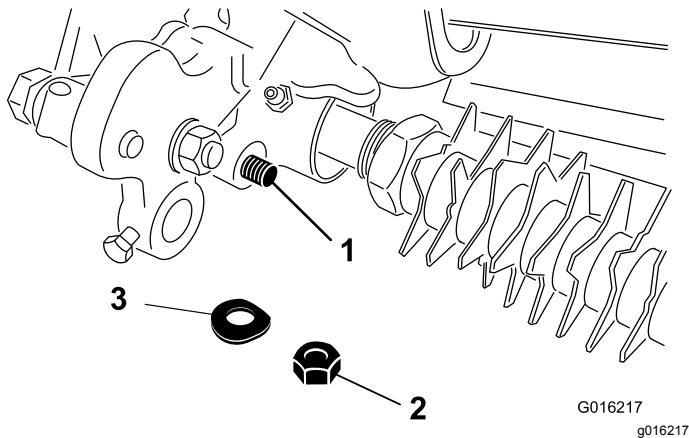

Figura 14
- Prenda a extremidade da barra do conjunto do braço de ajuste no conjunto da transmissão do rastelo com a anilha e porca de bloqueio que retirou anteriormente (**Figura 14**).
- Prenda a extremidade da barra do conjunto do braço de ajuste no conjunto da transmissão do rastelo com uma anilha e porca de bloqueio (**Figura 14**).